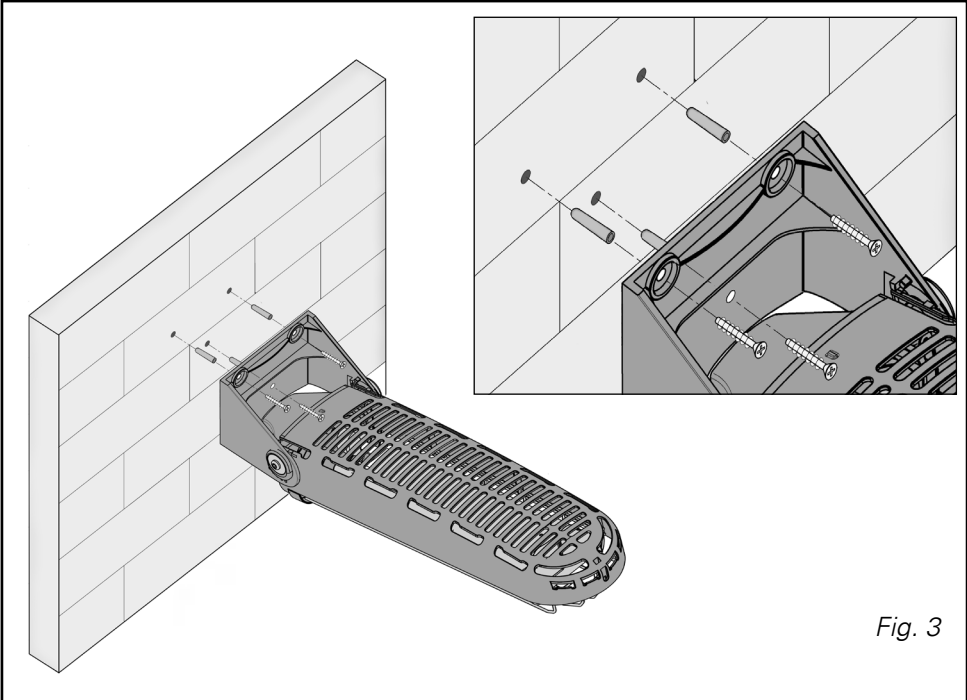

Fig. 3
- Mocowanie do ściany (rys. 3). Przed nawierceniem ściany w celu umocowania 3 kołków rozporowych sprawdzić jej solidność oraz czy nie przebiegają w danym miejscu przewody elektryczne lub inne elementy. Za pomocą wiertła 5 mm wykonać w ścianie 3 otwory. Odpowiednio dobranymi kołkami umocować dołączony wspornik do ściany (rys. 2-A). Sprawdzić, czy otwory (rys. 2-D) znajdują się w części dolnej. Wyregulować nachylenie urządzenia. Zamocować je, dokręcając wkręty boczne (rys. 2-C).